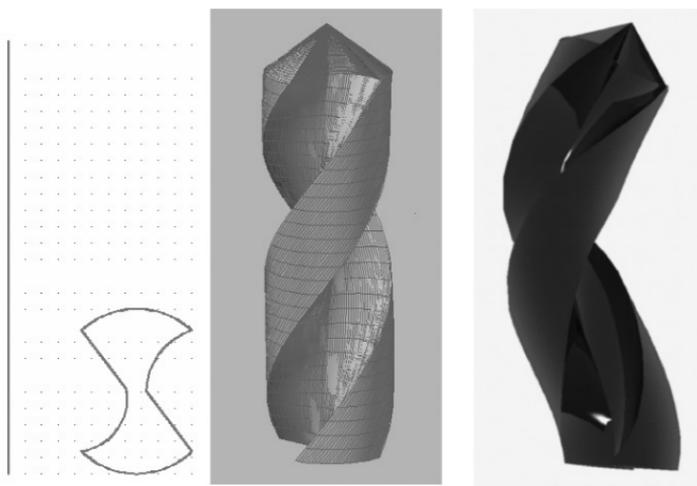

Рис. 7.22. Профиль для изгиба и твердотельные модели сверла
2. На виде спереди с помощью полилинии (или сплайна) постройте замкнутый профиль для выдавливания сверла и путь изгиба в виде отрезка прямой линии, как представлено на рис. 7.22, слева.
4. Результат построений в виде твердотельной модели сверла представлен на рис. 7.22, в центре. В правой части этого рисунка представлена твердотельная